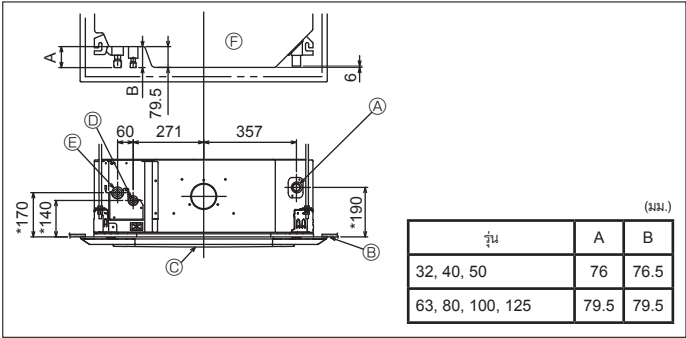

Fig. 3-1
3.1. ตำแหน่งในการเดินท่อสารทำความเย็นและท่อระบายน้ำของเครื่องภายใน (Fig. 3-1)